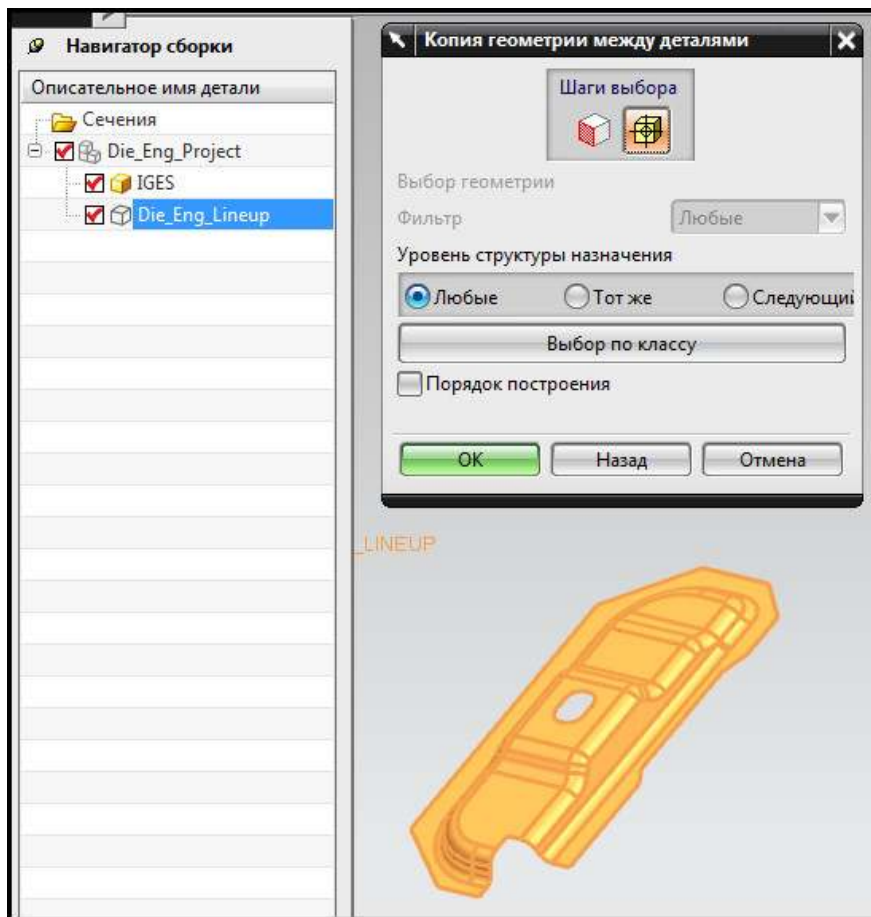

Рис. 7.5. Копирование геометрии
- При выборе шага **Геометрия** укажите в рабочем окне модели детали. Нажмите кнопку **Компоненты** и укажите в **Навигаторе сборки** компонент **Die\_Eng\_Composition** (рис. 7.5).